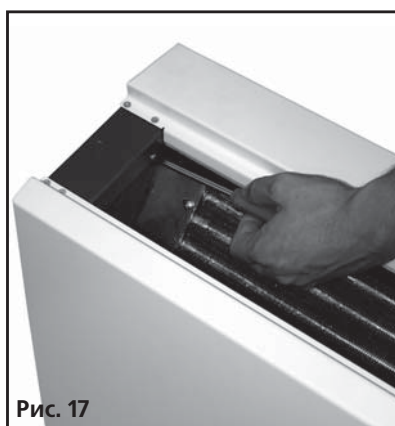
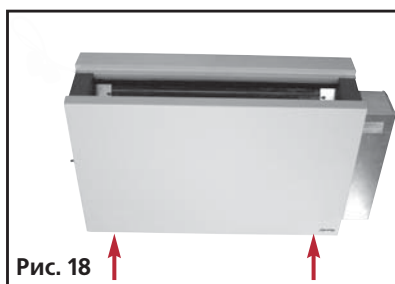

Рис. 17
Рис. 18
- С помощью крестовой отвертки открутите два винта, расположенные внутри декоративного корпуса (слева и справа; см. рис. 17), а также два винта, находящиеся под декоративным корпусом (рис. 18).
- Два винта, фиксирующие лицевую панель декоративного корпуса, находятся в том же месте, что и у настенного прибора – внутри корпуса под воздуховыпускной решеткой (см. рис. 17).